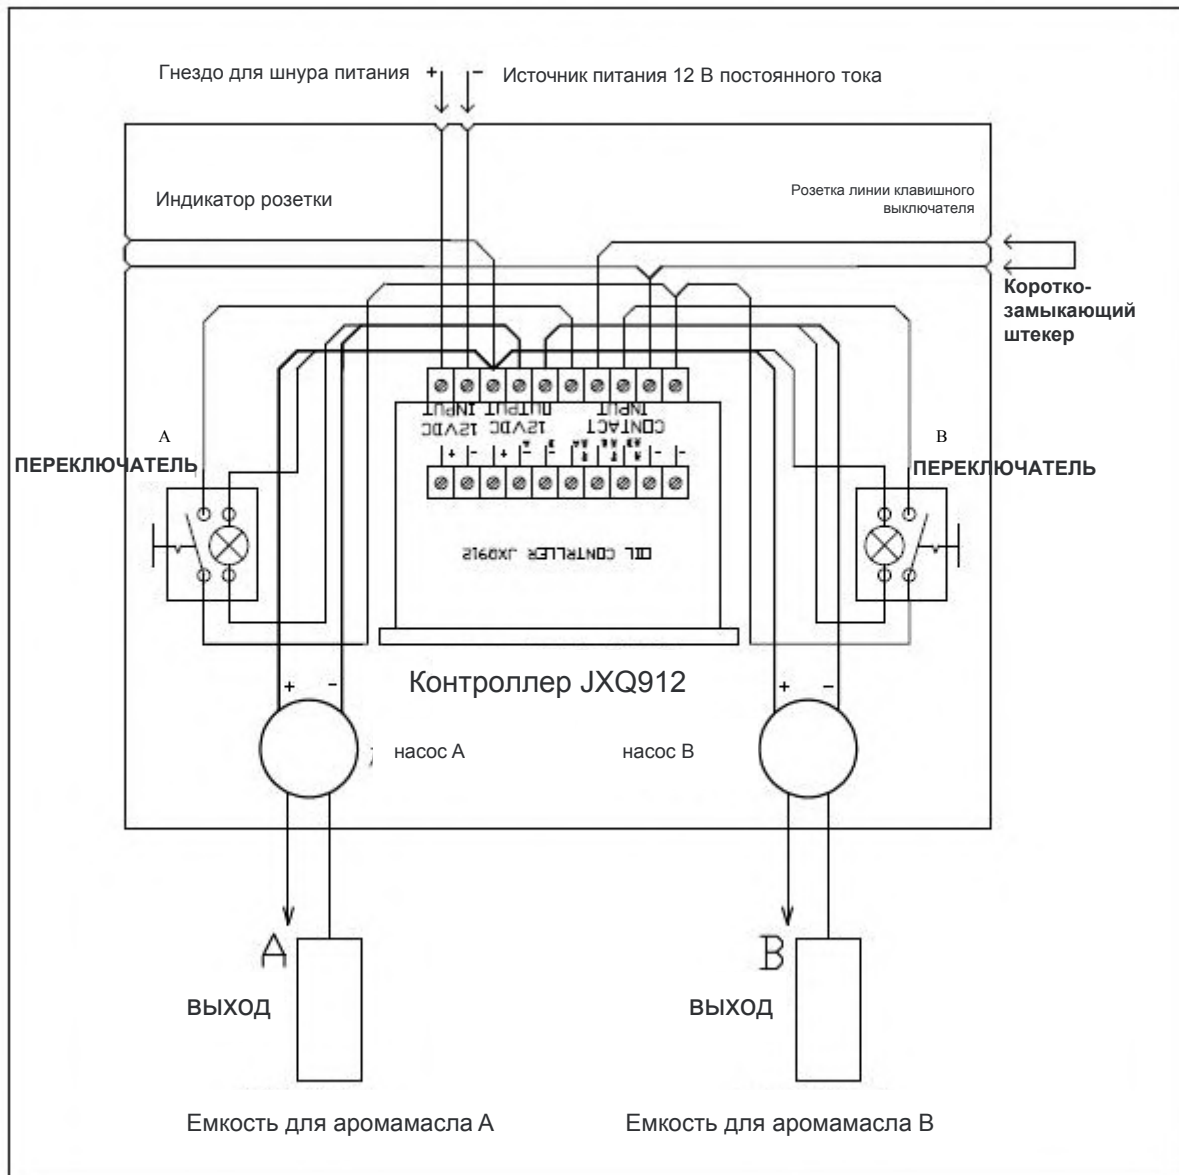

Рисунок 14. Прямое управление и электрическая схема подключения
3. При управлении с помощью панели на насосе переключатели на панели управления насосом используются для управления насосом А и насосом В. Нажимая на переключатель можно включить/выключить соответствующий насос. См. Рис. 14.